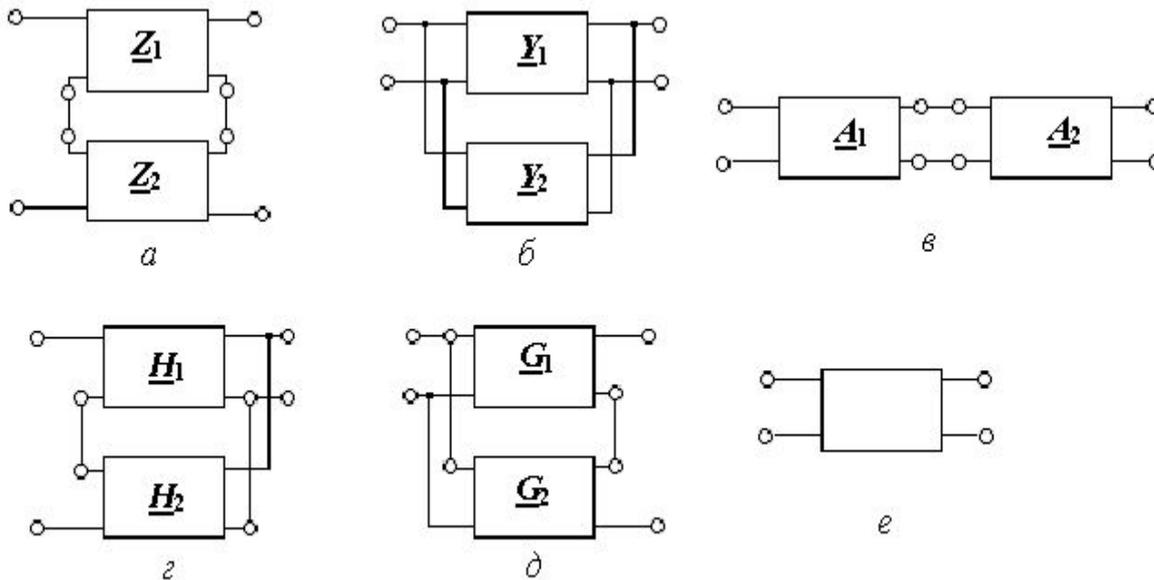

Рис. 7.6
- Название составных четырехполюсников обычно состоит из двух слов. Первое слово характеризует способ соединения четырехполюсников на входе (последовательно или параллельно), а второе – на выходе (последовательно или параллельно). Каждую из схем составного четырехполюсника можно заменить на один четырехполюсник (рис. 7.6, е), параметры которого определяются следующим образом.
- 1) Последовательно-последовательное соединение (рис. 7.6, а).
- 2) Параллельно-параллельное соединение (рис. 7.6, б) :
- 3) Каскадном соединении (рис. 7.6, в)
- 4) Последовательно-параллельное соединении (рис. 7.6. г)
- 5) Параллельно-последовательное соединении (рис. 7.6, д)